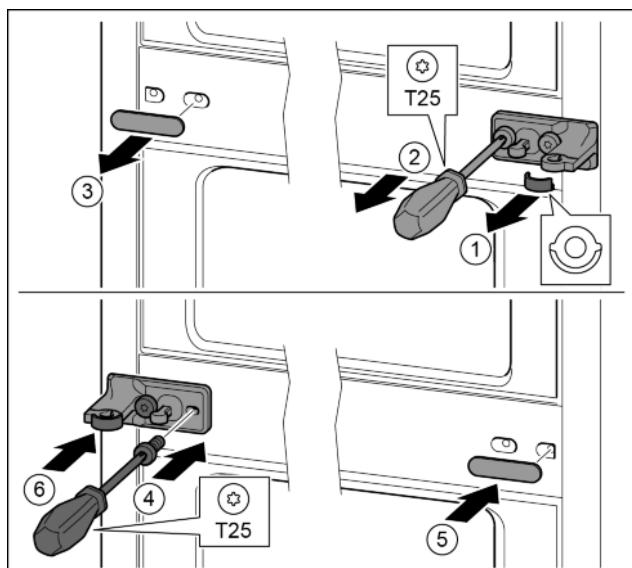

Fig. 33
- Снять шайбу. Fig. 33 (1)
- Выкрутить винты отверткой T25. Fig. 33 (2)
- Осторожно снять крышку. Fig. 33 (3)
- Плотно прикрутить опорный кронштейн с подкладкой с поворотом на 180° с другой стороны. Fig. 33 (4)
- Установить крышку с поворотом на 180° с другой стороны. Fig. 33 (5)
- Спереди надвинуть шайбу. Fig. 33 (6)